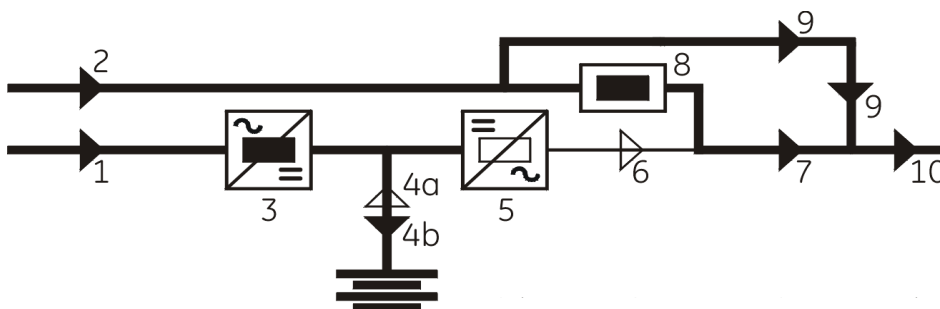

Рисунок 4. ЖК-дисплей показывает состояние «нагрузка на автоматическом и ручном (сервисном) байпасе»
7.1.3.2. Включить выключатель ручного байпаса УБП Q2 (положение ON). При этом нагрузка переведется на питание через автоматический и ручной байпас параллельно (см. рис. 4).
ручной байпас (см. рис. 4 данной карты технологического процесса).